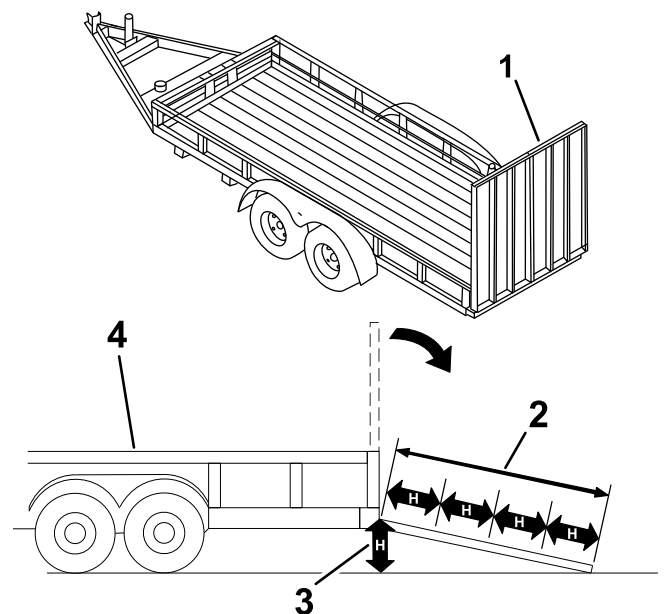

Figura 18
Il caricamento della macchina su un rimorchio o un autocarro aumenta la possibilità di ribaltamento e può causare gravi lesioni o la morte (Figura 18).
3. Abbassate la rampa Figura 18